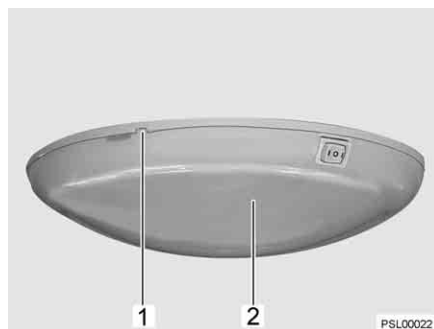

Fig. 85 Lampada a soffitto
- Sollevare e rimuovere con precauzione la copertura (Fig. 85,2) con l'ausilio di un utensile appropriato (p. es. un cacciavite) agendo sull'intaglio (Fig. 85,1).